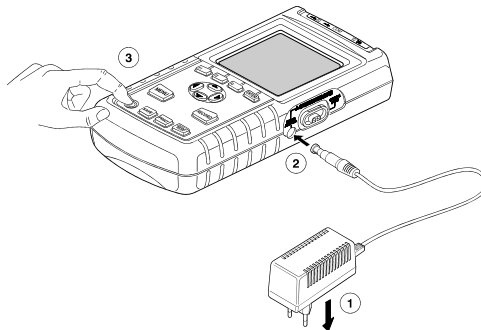

Abbildung 2. Stromversorgung des Fluke 43B
- 2** Verbinden Sie das Netzspannungsadapter-Kabel mit dem Fluke 43B (siehe Abbildung 2).